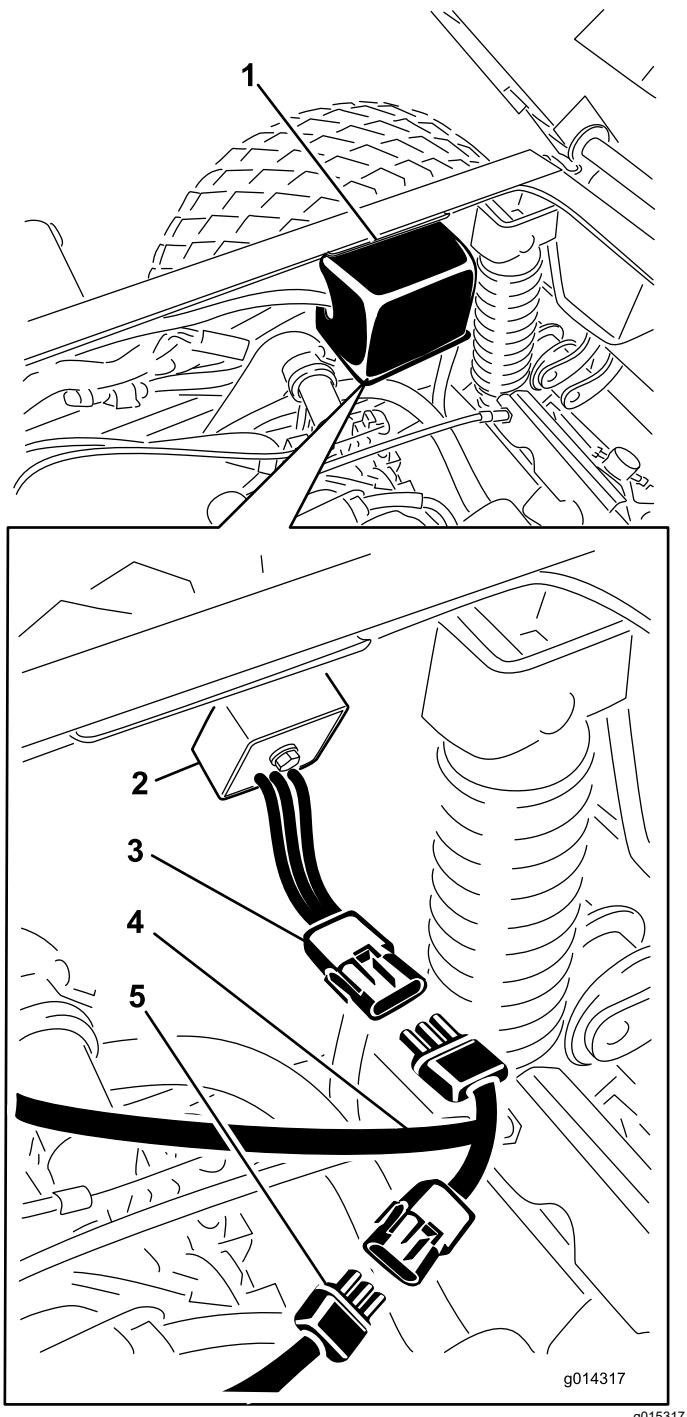

Bild 4
2. Entfernen Sie die elektrische Abdeckung an der rechten Seite des Rahmens, um den Regler und die Kabel zugänglich zu machen (Bild 4).
3. Schließen Sie den Regler vom Fahrzeugkabelbaum ab und schließen ihn am hinteren Kabelbaum für den Elektro-Sofortstart an (Bild 4).
4. Schließen Sie den hinteren Kabelbaum für den Elektro-Sofortstart am Fahrzeugkabelbaum an (Bild 4).